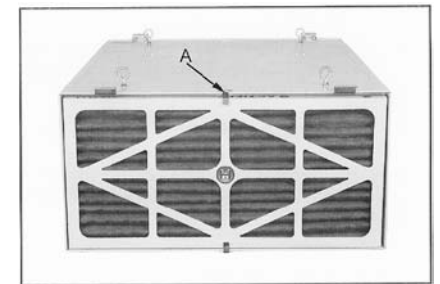

Рис. 5
**Внешний фильтр** можно легко снять, если расцепить два зажима (A, Рис. 5).